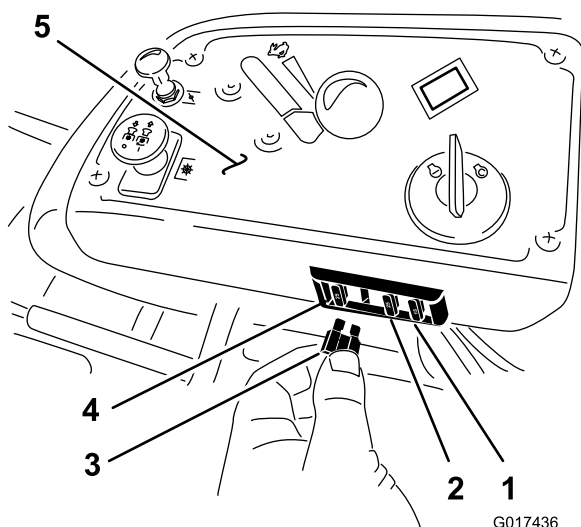

Bild 48
1. Die Sicherungen befinden Sie rechts am Armaturenbrett neben dem Sitz (Bild 48).
3. Setzen Sie eine neue Sicherung ein (Bild 48).